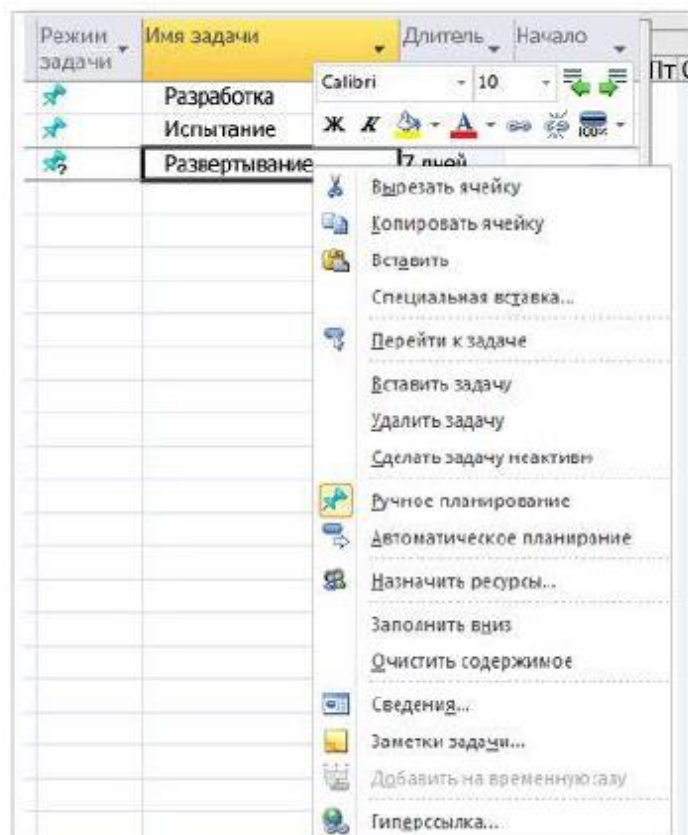

Рис. 2.4. Міні-панель інструментів і контекстне меню
**Швидкий пошук команд.** При наведенні покажчика миші на команду з'являються підказки. Найчастіше використовувані команди можна знайти одним клацанням правої кнопки миші (ПКМ). Якщо клацнути ПКМ будь-який елемент подання (наприклад, панель, комірку таблиці або діаграму), то відображається міні-панель інструментів з коротким набором найчастіше використовуваних команд (рис. 2.4).